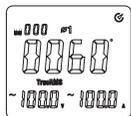

图11-1
- 4) 负载为三相四线制时，先按SELECT键选择第一相位 $\phi 1$ ，如图11-1，显示相位 $\phi 1$ 的相位角 $\phi$ 值，电压V值，电流A值。